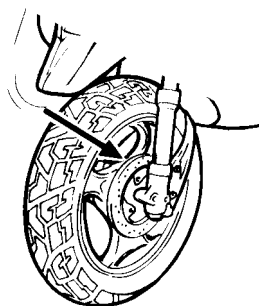

Fig. 28
- Per determinare lo stato di usura delle pastiglie del freno anteriore è sufficiente visionare la pinza dalla parte anteriore (come indicato dalla freccia - Fig. 28).
- To check the front brake, for wear, simply observe the caliper from the front (as shown by the arrow - Fig. 28).